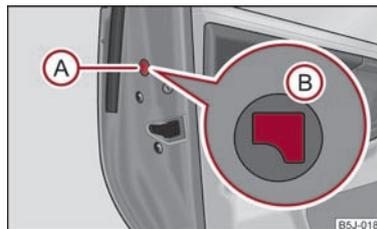

Abb. 14 Notverriegelung der Tür
- Bauen Sie die Blende (A) ab ⇒ Abb. 14.
- Stecken Sie den Schlüssel in die Öffnung unter der Blende und drücken Sie den Arretierhebel (B) bis zum Anschlag nach innen.